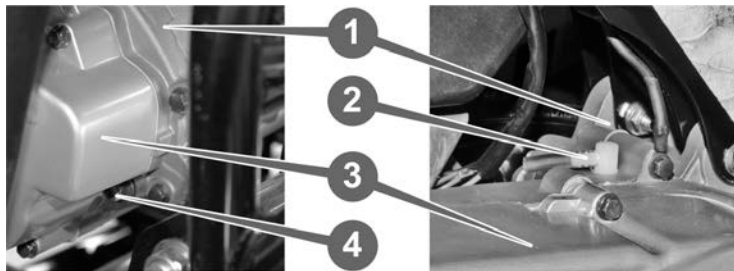

Рисунок 5.4.
В реверсивный редуктор (1) (см. рис. 5.4.), расположенный на заднем конце корпуса вариатора (3) заливается либо такое же моторное масло, что и в картер двигателя, либо специальное трансмиссионное масло с подходящими температурными характеристиками. Рекомендуется использовать трансмиссионные масла API GL-4 вязкостью 85W-90 или 80W-90.